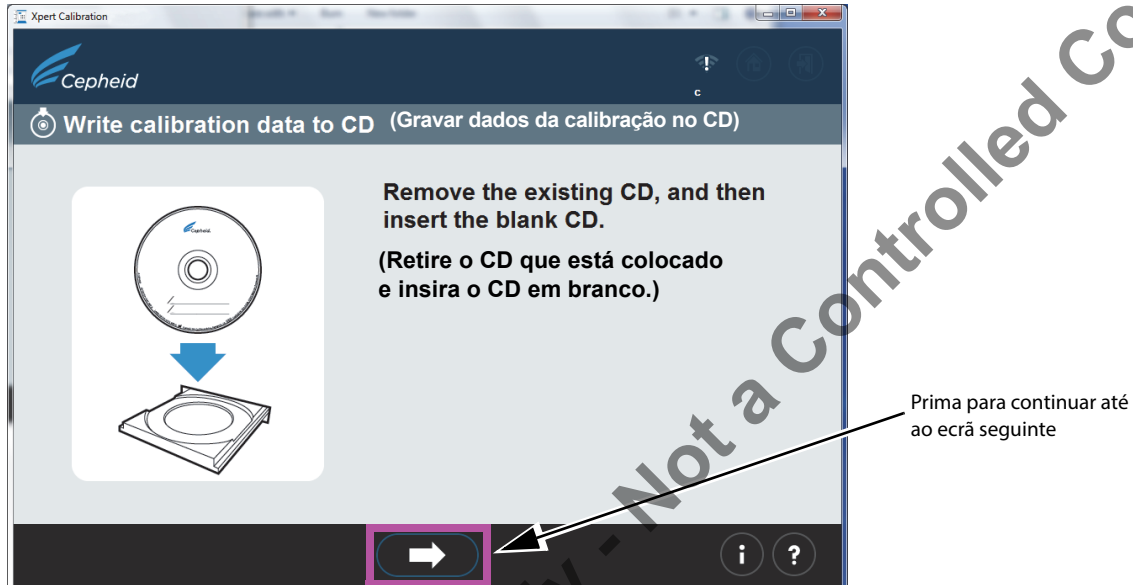

Figura 30. Ecrã Write calibration data to CD (Gravar os dados da calibração no CD) — passo 1
- c. Quando o ecrã Write calibration data to CD (Gravar dados da calibração no CD) (Figura 30) aparece, é-lhe pedido que prima o botão Eject (Ejectar) para remover o CD 1 de software Xpert Calibration existente para que possa inserir o CD 2 de dados em branco.